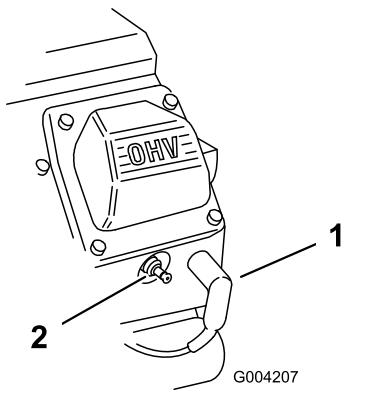

Figure 26
2. Débranchez les bougies (Figure 26).
3. Rebranchez les bougies (Figure 26).